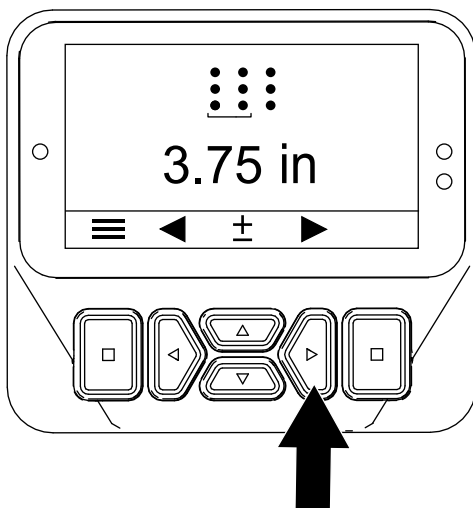

Figure 48
5. Appuyez sur le bouton vers la droite pour afficher l'écran Setting the Hole Spacing (réglage de l'espacement des trous) (Figure 48).
6. Appuyez sur le bouton vers la droite pour afficher l'écran Setting the Tine Diameter (réglage du diamètre des louchets) (Figure 48).